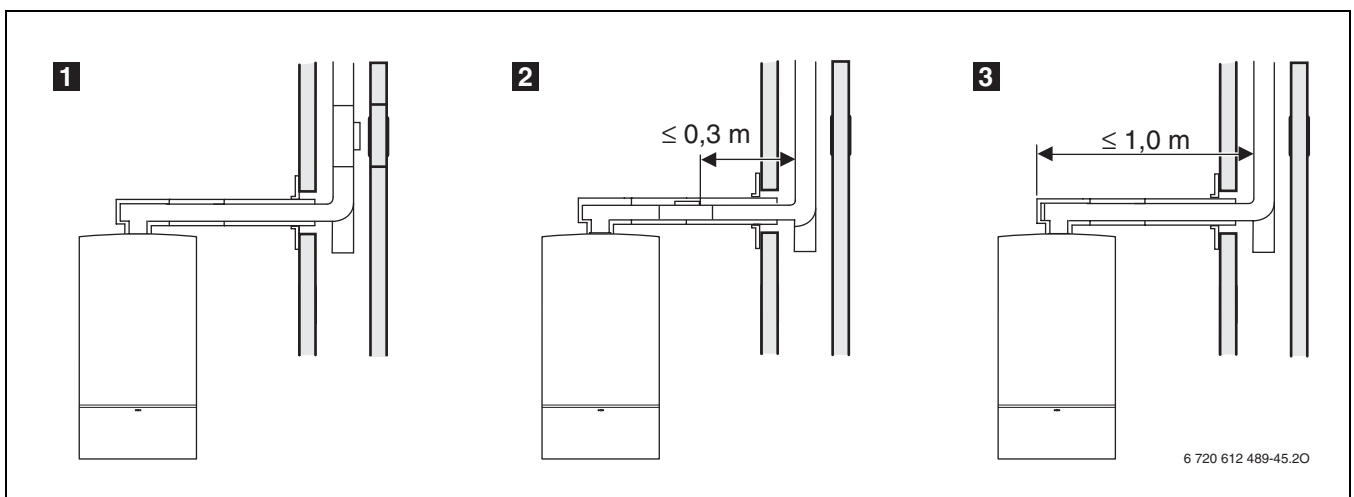

Bild 129
- 1** im senkrechten Teil der Abgasanlage direkt oberhalb der Einführung des Verbindungsstückes (Bild 129) **oder**
- 2** seitlich im Verbindungsstück höchstens 0,3 m entfernt von der Umlenkung in den senkrechten Teil der Abgasanlage (Bild 129) **oder**
- 3** an der Stirnseite eines geraden Verbindungsstückes höchstens 1,0 m entfernt von der Umlenkung in den senkrechten Teil der Abgasanlage (Bild 129).